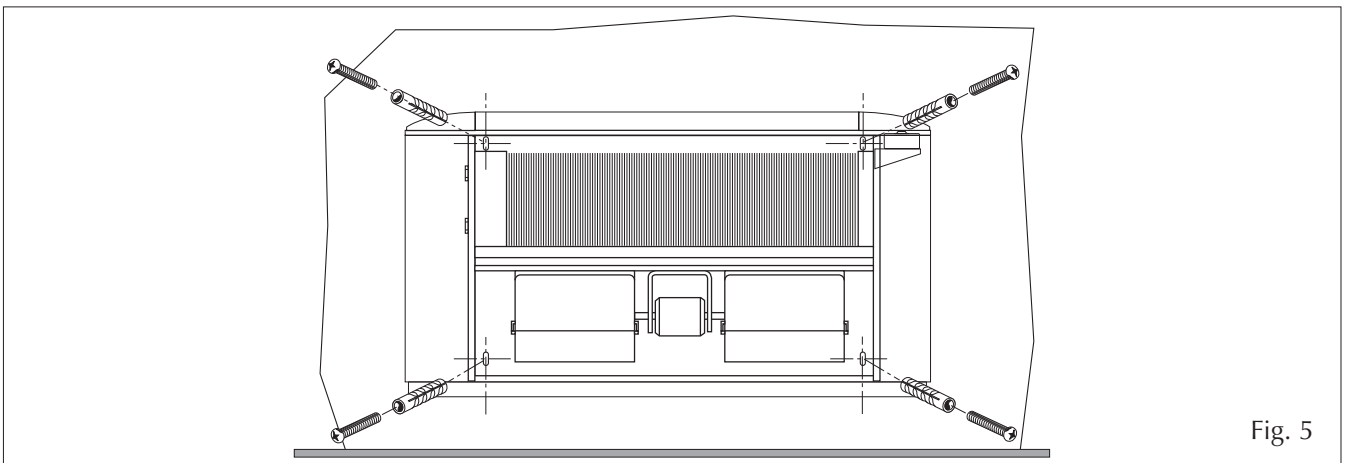

Fig. 5
- Per il fissaggio al muro usare dei tasselli ad espansione (non forniti) come indicato in Fig. 5.